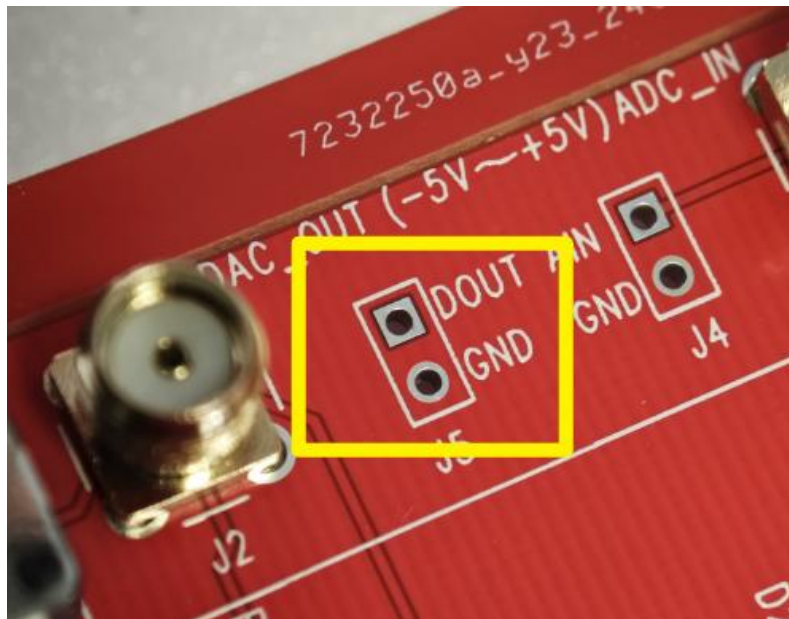

图 9 步骤 3
- 3、调整 MES-ADDA 模块的 W1 电阻旋钮，调整输出波形幅度，如图 9。